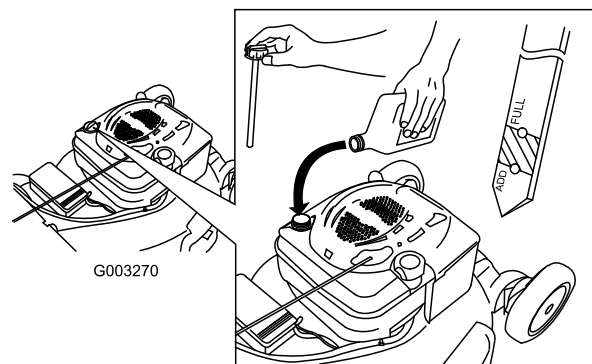

Figure 42
4. Versez de l'huile **lentement** dans le goulot de remplissage pour faire monter le niveau de liquide jusqu'au repère du plein (Full) sur la jauge (Figure 42). **Ne remplissez pas excessivement.** (Remplissage max. : 0,59 l (20 oz), type : huile détergente SAE 30 de classe de service API SF, SG, SH, SJ, SL ou supérieure.)